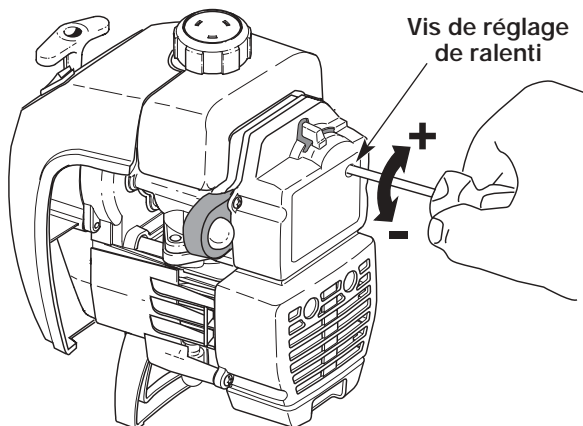

Fig. 28
Le régime ralenti du moteur est réglable par le couvercle du filtre à air/silencieux (Fig. 28).
2. Relâchez le levier d'accélérateur et laissez le moteur au ralenti. Si le moteur s'arrête, insérez un petit tournevis à embout cruciforme ou à tête plate dans le trou du filtre à air/couvercle du silencieux (Fig. 28). **Vissez** la vis de ralenti de 1/8 de tour à la fois (selon le besoin) jusqu'à ce que le moteur se mette bien au ralenti.